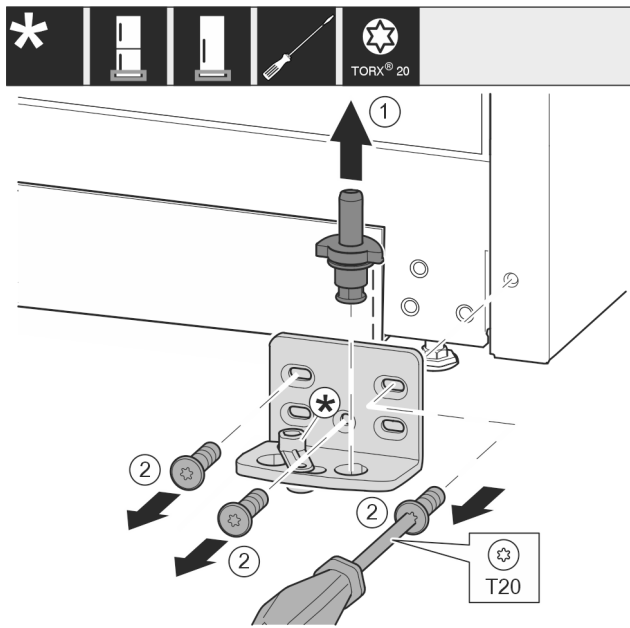

Fig. 12
- Nxirrni jashtë komplet bulonin e rrotullimit Fig. 12 (1) nga lart.
- Lironi vidat Fig. 12 (2) me një kaçavidë dhe hiqni bazamentin mbështetës.